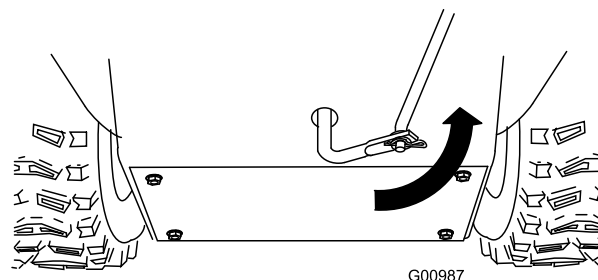

Figura 13
5. Girate il braccio articolato inferiore completamente verso l'alto (senso antiorario) (**Figura 13**).